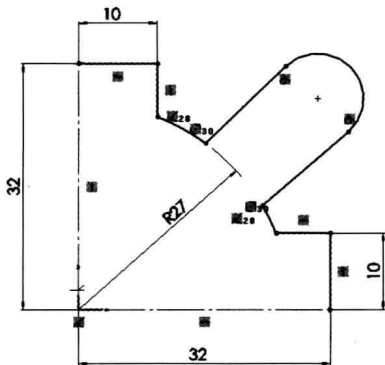

图 2-6 裁剪图形
Step6 裁剪图形。单击“草图”工具栏中的“剪裁实体”按钮, 裁剪多余的圆弧，如图 2-6 所示。